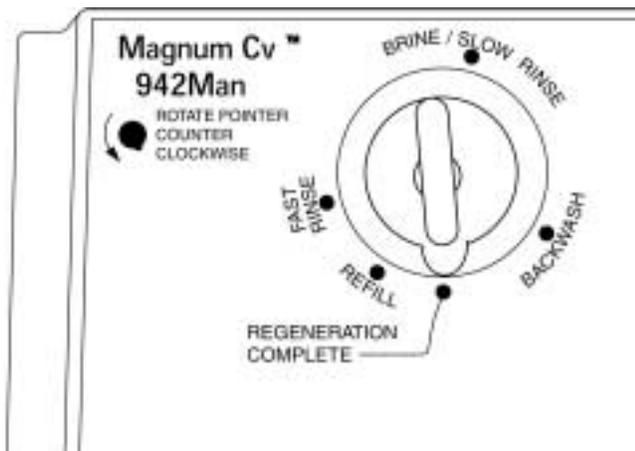

Figura 5.5 Servicio
6. Cuando termina de rellenar el tanque gire el indicador hasta **Regeneration Complete (regeneración terminada)** (Figura 5.5). La unidad es en servicio proporcionado agua tratada.